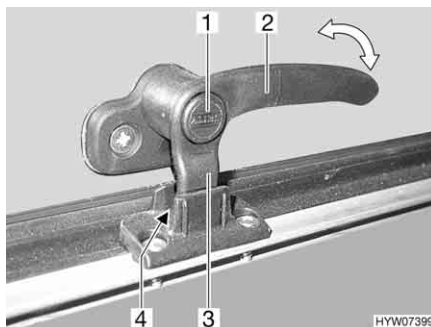

Fig. 67 Leva di serraggio in posizione "Aerazione continua"
- In posizione di "Aerazione continua" (Fig. 67)
- Premere il bottone di sicurezza (Fig. 67,1) e mantenerlo premuto.
- Ruotare la leva di serraggio (Fig. 67,3) di un quarto di giro verso il centro della finestra.
- Girare nuovamente all'indietro la leva di serraggio. Riportare contemporaneamente il nasello di chiusura (Fig. 67,3) della leva di serraggio nella rientranza della chiusura della finestra (Fig. 67,4).
- Rilasciare il bottone di sicurezza (Fig. 67,1).